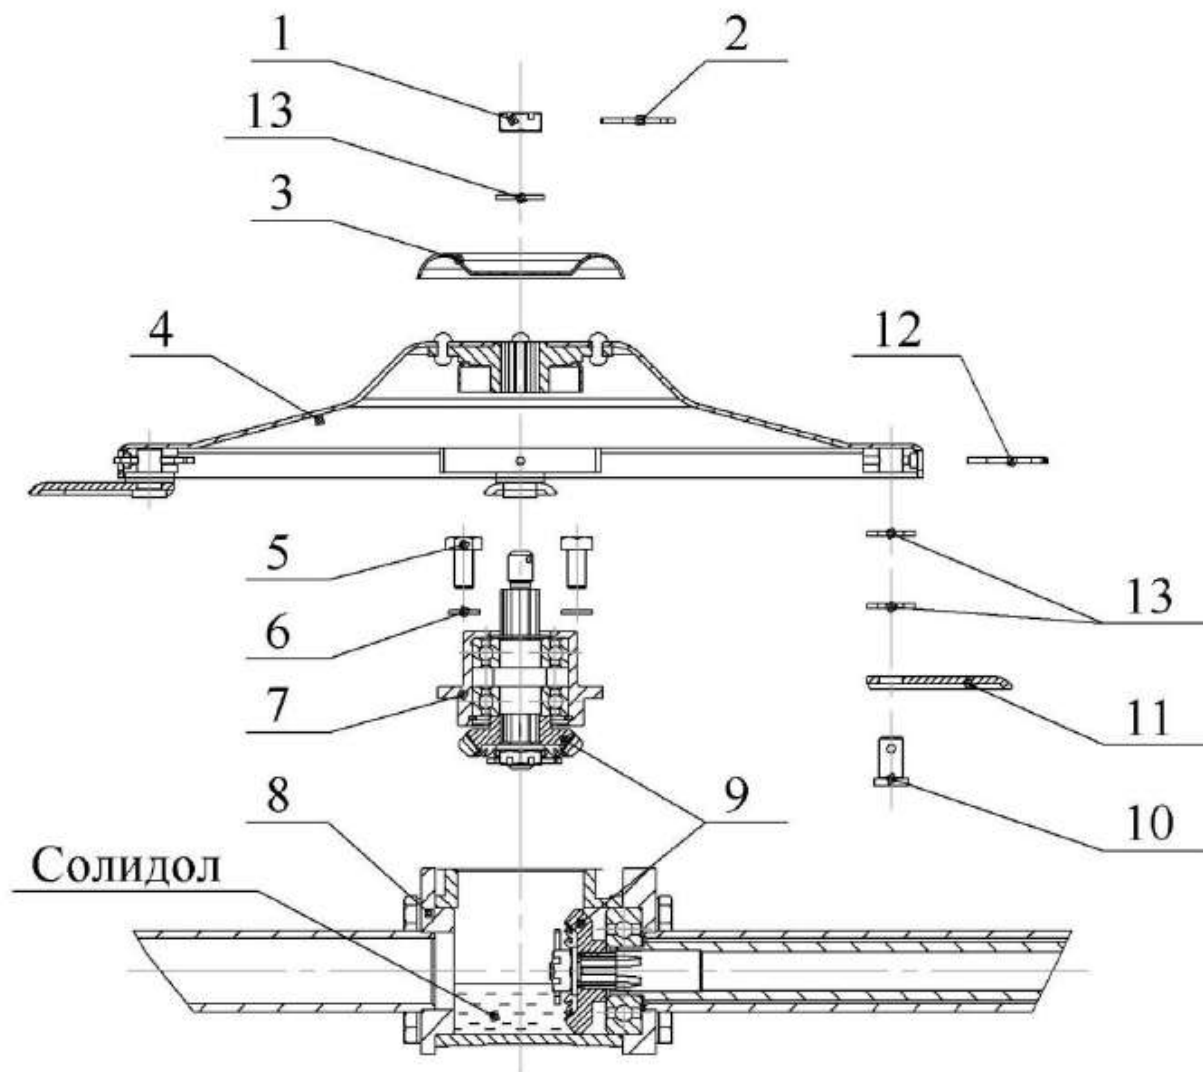

Рисунок 2 - Режущий диск и его привод.
7.6 После первых 30 мин. работы новой косилки необходимо остановить двигатель мотоблока и проверить крепление деталей 1; 2; 10; 11, 12 и 13 (рисунок 2), а также затяжку крепления деталей косилки. При необходимости подтянуть и законтрить.
8.2.1 Для заполнения редукторов привода первого и второго режущих дисков 1 и 2 (рисунки 1а и 1б), необходимо расконтрить и отвернуть гайку 1 (рисунок 2), снять шайбу защитную 3 и диск 4, отвернуть четыре болта 5, снять шайбы 6 и корпус ведомой шестерни 7.